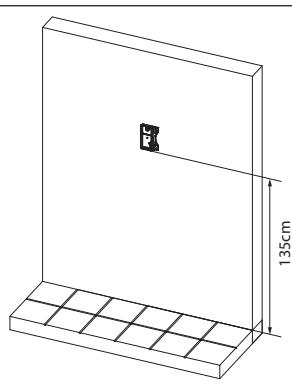
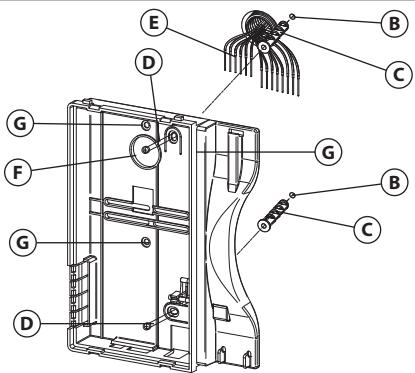

Fig. 5
Fig. 6
- Poser la base de l'interphone vidéo sur le mur à une hauteur de 135 cm environ (**Fig. 5**) du plancher fini et prendre les références pour les trous de fixation (B) (**Fig. 6**), en considérant que les conducteurs (E) (**Fig. 6**) doivent passer à travers l'ouverture (F) (**Fig. 6**). Si le boîtier encastrable 503 est utilisé pour la sortie murale des conducteurs, le murer en position verticale en laissant environ 140 cm entre la base et le plancher fini.
- En consultant la (**Fig. 6**), réaliser les trous (B), y insérer à l'intérieur les chevilles à expansion (C) et fixer la base de l'interphone vidéo au mur à l'aide des vis (D) en prenant soin de passer les conducteurs (E) à travers la fente (F). Si le boîtier encastrable 503 a été utilisé, fixer la base sur le mur par les trous (G) (lentement avec les languettes de fixation du 503) en utilisant les vis (D).